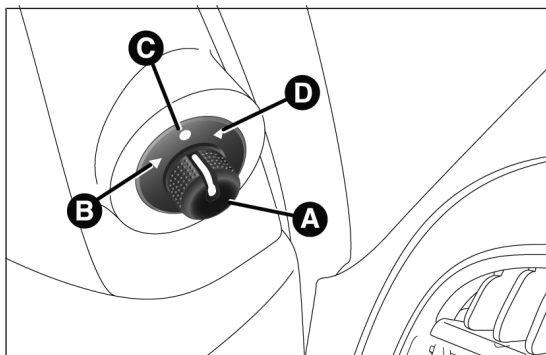

fig. 35
- à l'aide du dispositif A fig. 35 sélectionner le rétroviseur souhaité (droit ou gauche) ;